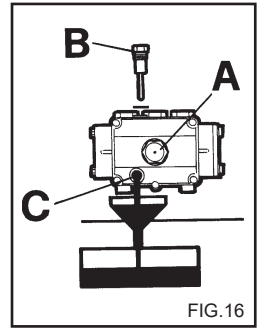

FIG. 16
2) De tap met de oliepeilstaaf losschroeven (Fig. 16)